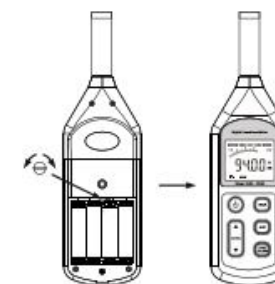

Рисунок 1.
3. Включите Калибратор и настройте Потенциометр, находящийся на задней стороне прибора в отделении для батареек (см. Рисунок 1) так, чтобы на дисплее отобразилось значение 94.0 дБ.